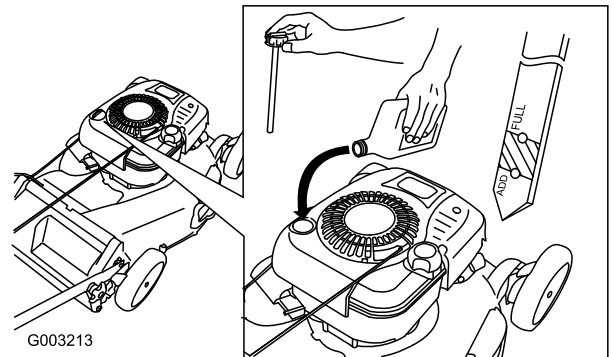

Bild 37
4. Füllen Sie das Öl **langsam** in den Einfüllstutzen ein, um den Ölstand auf die Marke **Voll** am Peilstab anzuheben. **Bild 37 Füllen Sie nicht zu viel ein.** Max. Füllstand: 0,77 l des Typs: Waschaktives SAE 30W-Öl mit der Klassifizierung SF, SG, SH, SJ, SL oder höher durch das American Petroleum Institute (API.)